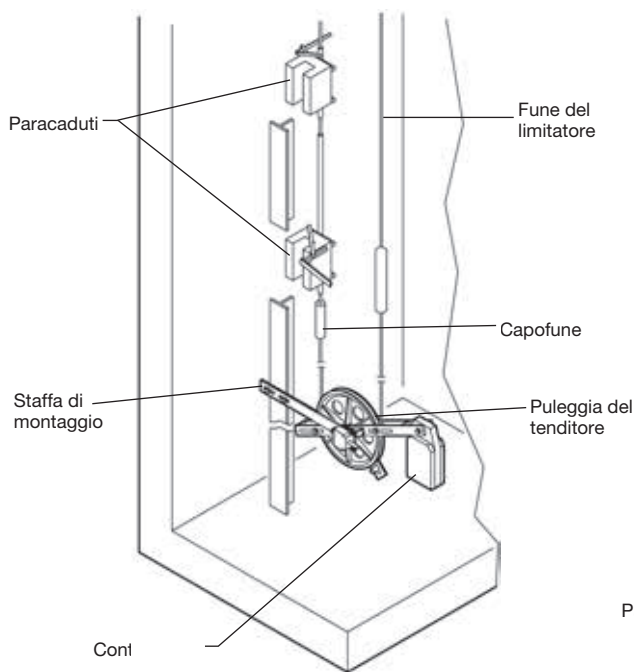

Fig. 1
- Munire la prima estremità della fune con il capofune (Fig. 1 e 2) e montarlo al paracadute.